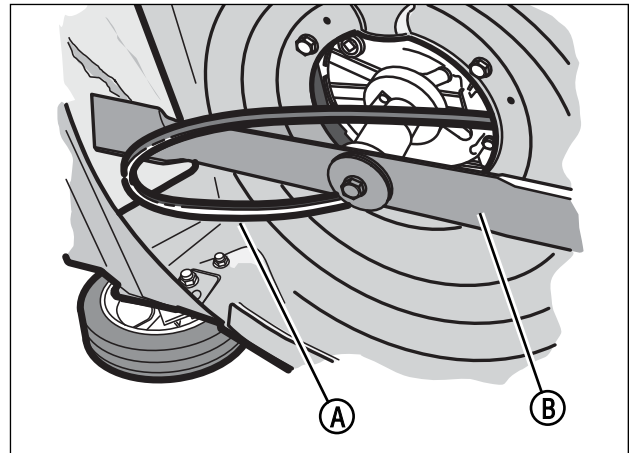

Figura 18: rimozione della cinghia
3. Rimuovere la parte anteriore della cinghia di comando (B) dalla puleggia della trasmissione (C).
4. Per rimuovere la parte posteriore della cinghia di comando (A, Figura 18), far passare la cinghia sopra l'estremità della lama (B).